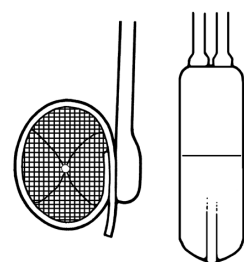

Figura 4-41. Manguito e bomba novamente cheios
*Nota: isto desloca a haste de desativação de volta para a posição ativada. Depois do dispositivo ser ativado, a bomba enche-se primeiro e depois o manguito volta a encher-se. **(Figura 4-41)** São necessários alguns minutos para o dispositivo se encher de novo e para o manguito fechar a uretra ou o colo vesical. Quando o sistema é ativado, a bomba pode tornar-se menos firme.*